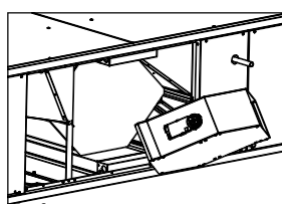

Рис. 3
5. Поверніть байпас відповідно до зображення (рис. 3 і 4).